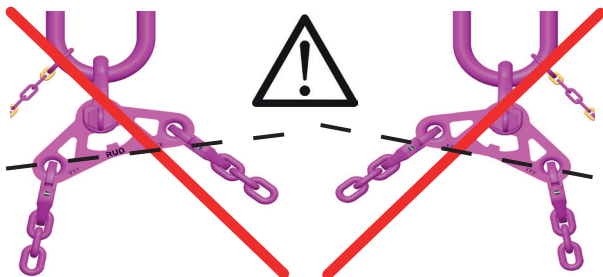

Fig. 18 : Une inclinaison du balancier supérieure à 10° n'est pas autorisée !
- Une inclinaison du balancier sous charge supérieure à 10° n'est pas autorisée (voir fig. 18) ! Le bord de 10° n'est plus aligné horizontalement. L'inclinaison du balancier est trop importante !